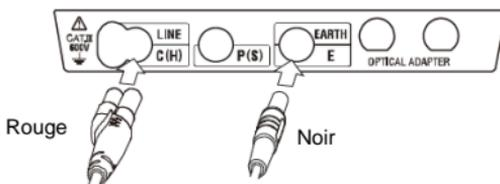

Fig. 7-1
(2) Connectez les fils d'essai comme le montre la figure 7-1.